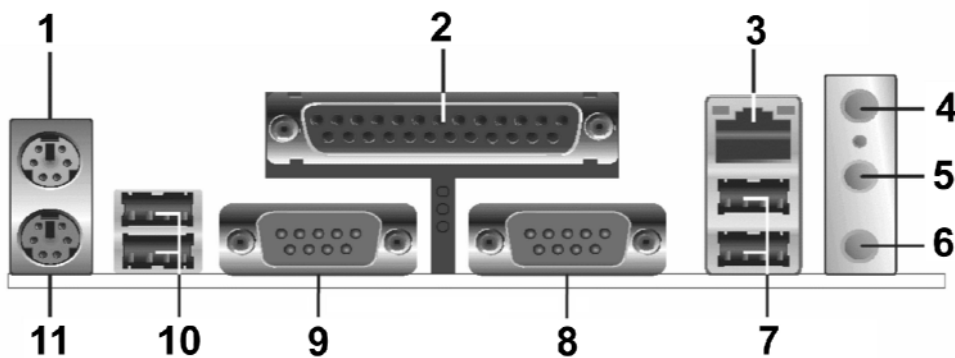

Abbildung 1.48 Ein E-A-Anschlußblock
- im E-A-Anschlußblock. Die Steckverbinder der typischen Schnittstellen sind auf dem Motherboard angeordnet und in einem E-A-Anschlußblock zusammengefaßt. Hierfür gibt es eine standardisierte Blende, die die Steckverbinderanordnung verkleidet. Sie paßt in einen entsprechenden Ausschnitt des Gehäuses. Wie dieser Bereich (I/O Connector Area) mit Steckverbindern belegt wird, ist dem Motherboard-Hersteller überlassen. Die Auswahl richtet sich nach den jeweils vorgesehenen Interfaces (Abbildung 1.48).